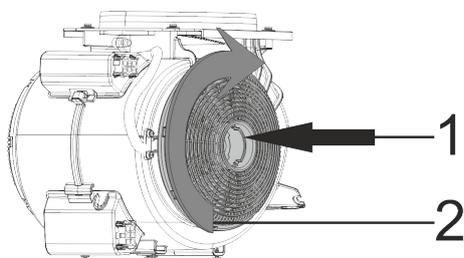

Fig. 10: FILTRO A CARBONI
- 1-Posizionare il filtro a carbone nella sua sede (Fig. 10).
- 2-Ruotando il filtro a carbone in senso orario, assicurarsi che esso sia completamente in sede (Fig. 10).